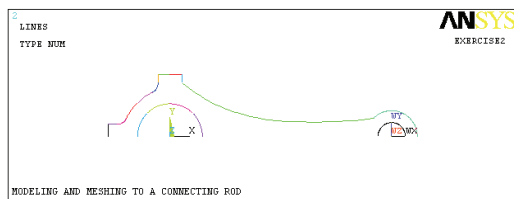

图 2-42 生成样条曲线结果显示
27) 选择 Utility Menu | Plot | Lines 命令, ANSYS 显示窗口显示生成样条曲线的结果, 如图 2-42 所示。